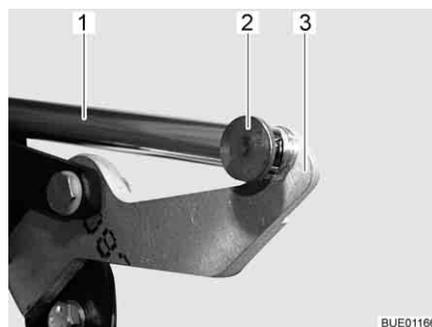

Bild 86 Antrieb
- Verbindung (z. B. Splint und Stift) (Bild 86,2) zwischen Schubstange (Bild 86,1) und Hebel (Bild 86,3) abnehmen.